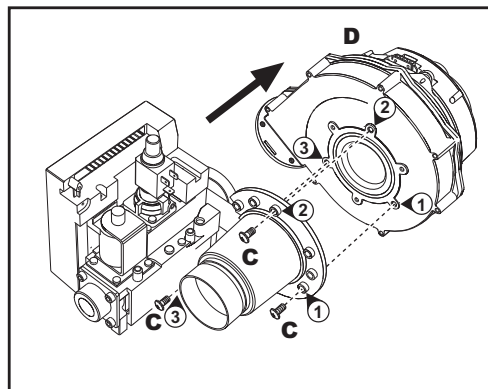

fig. 52 - modello FUTURIA POWER 125 - 250
6. Svitare le viti "C" e staccare il ventilatore "D" (fig. 52 - solo modello **FUTURIA POWER 125 - 250**)